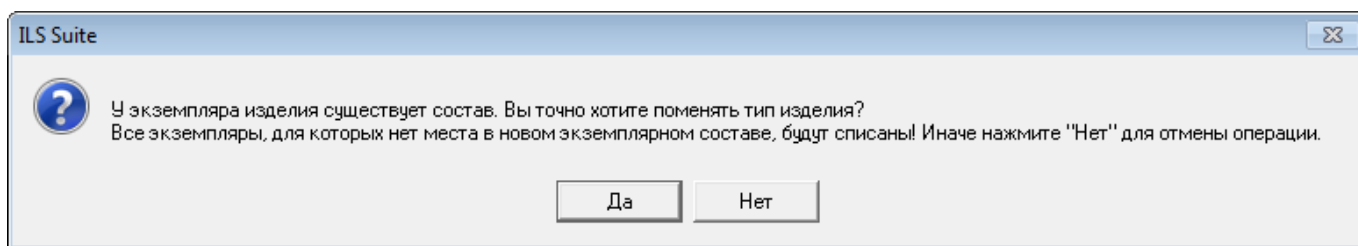

Рис. 20-15 – Диалоговое окно
10) В случае, когда для экземпляра компонента был введен серийный номер, а затем в поле «Обозначение типа» выбран аналог из выпадающего списка, отображается диалоговое окно, приведенное на рис. 20-15.